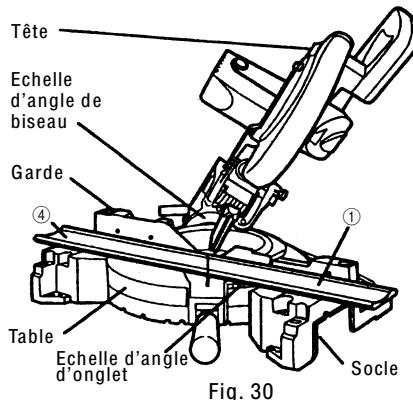
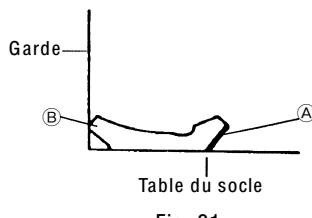

Fig. 30
Fig. 31
(3) Réglage pour des coupes de corniches complexes aux positions ① et ④ de la Fig. 25 (voir Fig. 30) :
- ① Tourner la table vers la droite et régler l'angle d'onglet comme suit :
- ② Incliner la tête vers la droite et régler l'angle de biseau comme suit :
- ③ Disposer la corniche complexe de façon que la surface supérieure (Ⓑ à la Fig. 24) entre en contact avec la garde, comme indiqué à la Fig. 31.